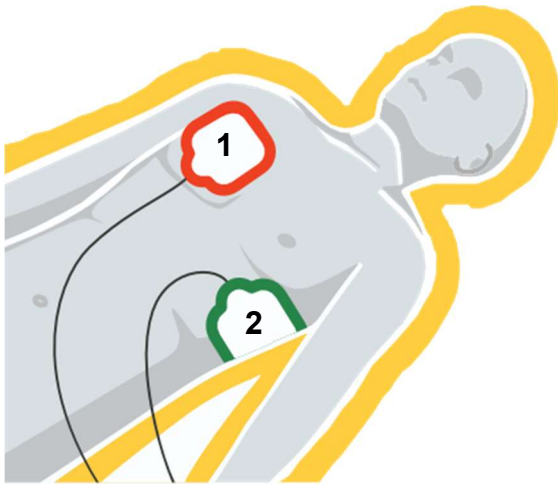
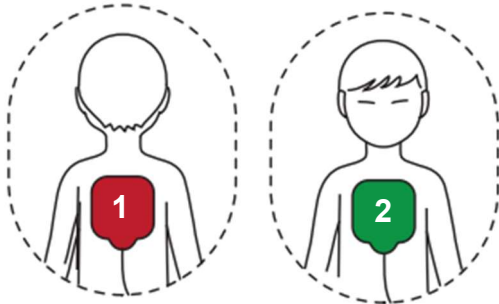

Fig. 13 Elektrodernes placering på voksne
Fig. 14 Elektrodernes placering på børn
- ▶ Fjern beskyttelsesfolien fra en af elektroderne, og placer derefter straks elektroderne på den angivne position. (Se fig. 13 for voksne og fig. 14 for børn).